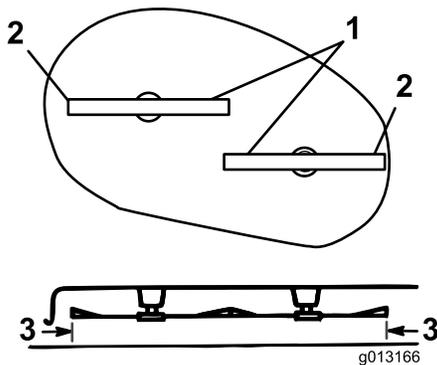

Bild 45
1. Drehen Sie die Schnittmesser vorsichtig von einer Seite zur anderen (Bild 45).
2. Messen Sie den Abstand zwischen den äußeren Schnittkanten und der ebenen Oberfläche (Bild 45).
4. Heben oder senken Sie die rechte Seite des Mähwerkgehäuses durch Drehen der Muttern an, bis sich der Abstand zwischen den Außenkanten der Messer und der flachen Oberfläche (Bild 45) um höchstens 3 mm unterscheidet; ziehen Sie die Muttern an den verstellbaren Front- und Hecklenkern an.